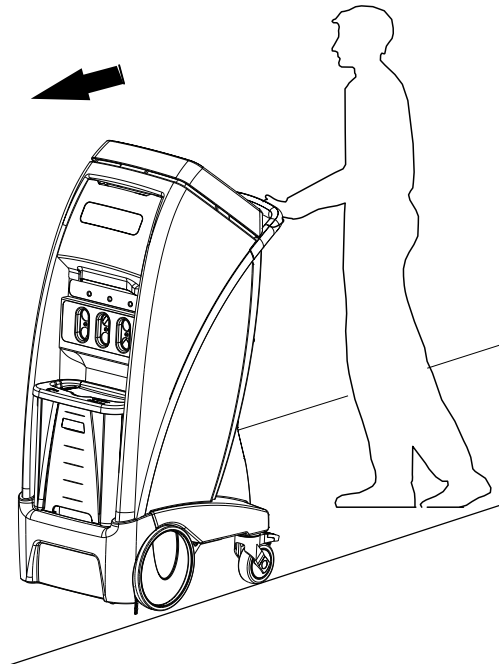

Figure 2-23 : Position de transport
3. S'assurer que les ports du produit se trouvent à l'avant (Figure 2-23 à la page 2-40).